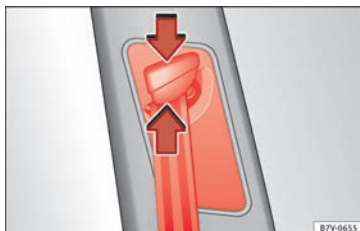

Fig. 89 Junto a los asientos delanteros: regulador de la altura del cinturón.
- Mantenga presionado el dispositivo-guía en el sentido de la flecha » » » **fig. 89.**